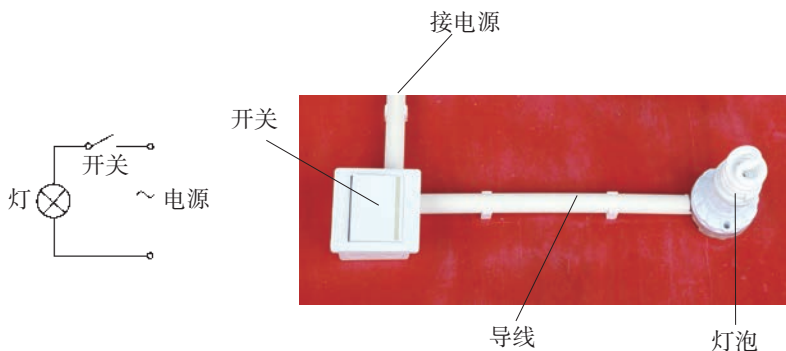

图1-2
(1) 通路,又称闭路。即图1-2中若开关闭合,则电路随之接通,电路中有电流,灯泡发光。
(2) 断路,又称开路,即导线、用电器件、控制器件等未构成闭合通路。如开关断开、导线有断点、用电器件与导线未连接等状态,会致使电路中无电流,灯泡不发光。
(3) 短路。电流不经过用电器,直接从电源的一端流到另一端,这是一种严重的故障现象,电流非常大,容易引起事故。
尽管有多种多样的照明电路,但它们的基本构成是一样的。最基本的照明电路是由导线将灯泡和开关按一定的方式连接起来,接到电源上所构成的闭合通路,如图1-2。
在照明电路中,电源是用来为电路提供电能的;灯泡是一种用电器件,用来发光明,只有在电路呈通路状态下才能工作;开关是一种控制器件,用来控制电路通、断状态。图1-2所示的基本照明电路,只有当开关闭合,并有电源供电时,灯泡才会发光。